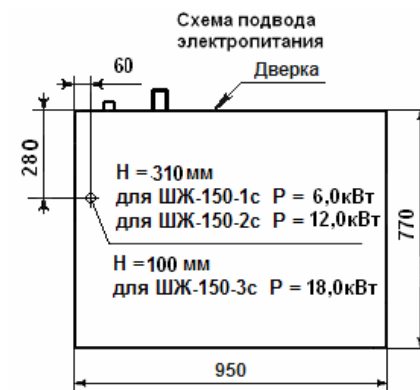

Рис.5
6.9 Рекомендуем, подвод электропитания к шкафу производить, скрытой в полу, трубной разводкой. Диаметр трубы – не менее 1/2" (Ø=22мм), см. рис.5. Электропровода, заводимые в шкаф, до клеммного блока, должны иметь термостойчивую изоляцию, с температурой длительной эксплуатации не менее 150°C.